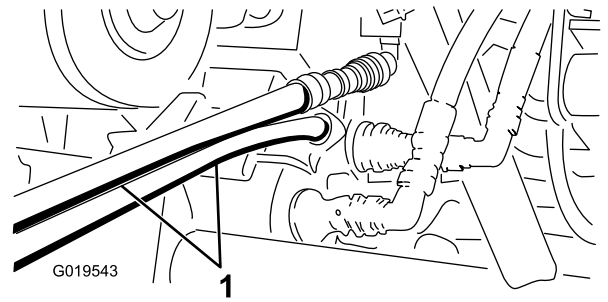

Figura 85
5. En la otra máquina, conecte las dos mangueras al acoplamiento que permanece todavía en el soporte de acoplamiento (conecte la manguera superior al acoplamiento superior y la manguera inferior al acoplamiento inferior) (Figura 85).